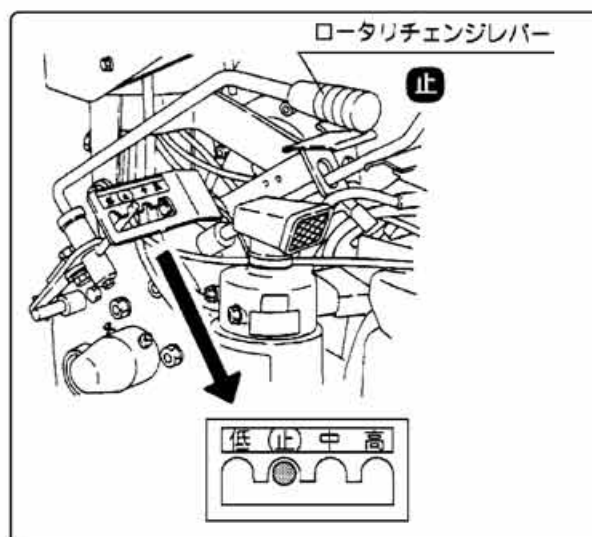

図2
- ② ロータリチェンジレバーを [止] の位置にします。(図2)